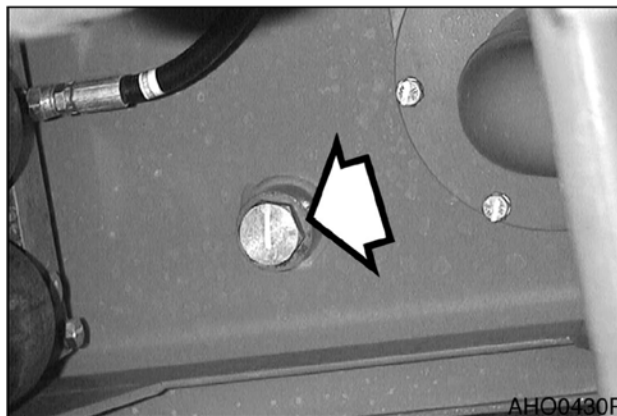

Рис. 49
2. Установите емкость под крышку сливного отверстия гидробака. Открыть сапун резервуара (см. рис. 10, стр. 4-10). Отвернуть сливной кран на дне резервуара (рис. 49). Слить воду и осадок. Затянуть сливной кран.